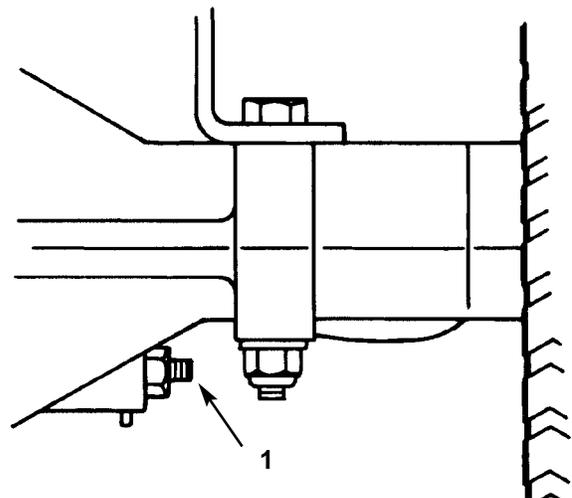

Bild 15
Die Bremse befindet sich an der rechten Seite der Hinterachse, an der Innenseite des Hinterrads (Bild 15). Sollte die Bremse die Maschine nicht richtig halten oder die Bremswirkung ist unbefriedigend, muß die Bremse justiert werden.
2. Um die Bremswirkung zu erhöhen, die Bremseinstellmutter (Bild 15) um 1/8 Umdrehung im Uhrzeigersinn drehen; dann nochmals die Bremse kontrollieren. Diese Einstellung solange fortsetzen, bis sich die korrekte Bremswirkung ergibt.